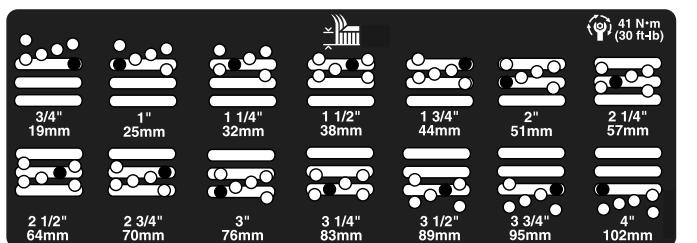

Рисунок 22
- 5. Переместите камеру на требуемую высоту скашивания и установите проставку в предусмотренные для этой высоты отверстие и паз (Рисунок 22).